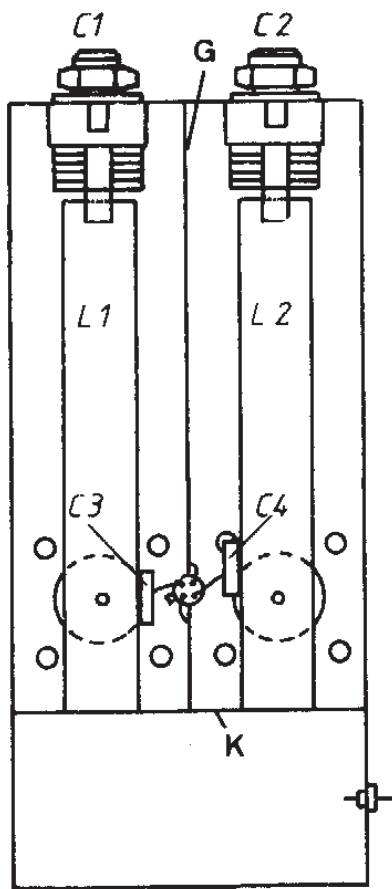

Abb. 2
2. Legen Sie das gelochte Bodenblech deckungsgleich auf Abb. 2. Drücken Sie nun den Gehäuserahmen von oben so in das Bodenblech ein, daß die Bohrungen für die Tronser-Trimmer und den Durchführungs-Kondensator mit der Zeichnung übereinstimmen. Der Rahmen wird jetzt mit dem Bodenblech verlötet.
5. Die Streifenleitungen L1 und L2 werden nach Abb. 2 mit ihren vorgebohrten Löchern auf die Anschlußstifte je einer BNC-Buchse gedrückt und festgelötet. Die Teflonkragen der Buchsen bestimmen dabei den Abstand vom Gehäuseboden.
Mitte von C4 16 mm vom kalten Ende an L2 Abb. 2